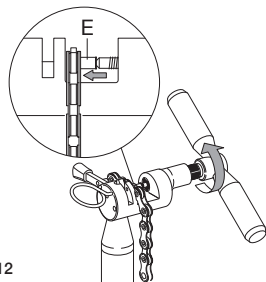

Fig.12
- En appliquant une force homogène, vissez l'outil (Fig. 12) jusqu'à ce que la bague ULTRA-LINK 5-CN-SR700 (E) entre complètement sur toute l'épaisseur du maillon.